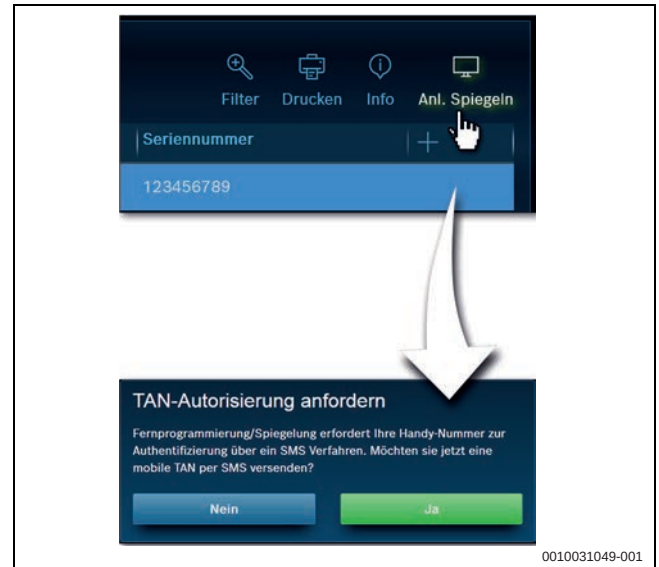

Bild 95 Control Center Commercial: Ansichtsfunktionen „Info“ (links) und „Anlage spiegeln“ (rechts)
- Übersicht aller Anlagen des Betreibers. Die Anlagenübersicht listet alle registrierten Anlagen. Nach Auswahl einer Anlage durch Mausklick wird diese Zeile blau markiert angezeigt und die Ansichtsfunktionen „Info“ und „Anlage spiegeln“ (→ Bild 95) werden aktiviert. Funktionen und Ansichten können abhängig vom gewählten Produkt und Lizenzpaket variieren.